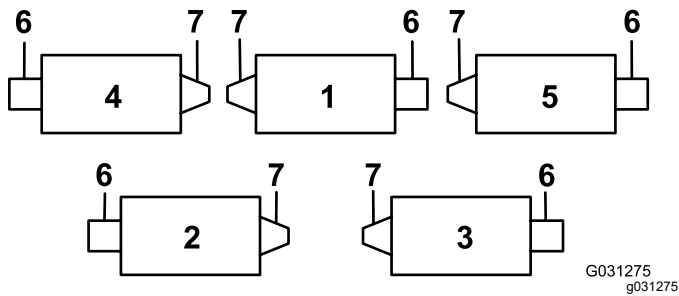
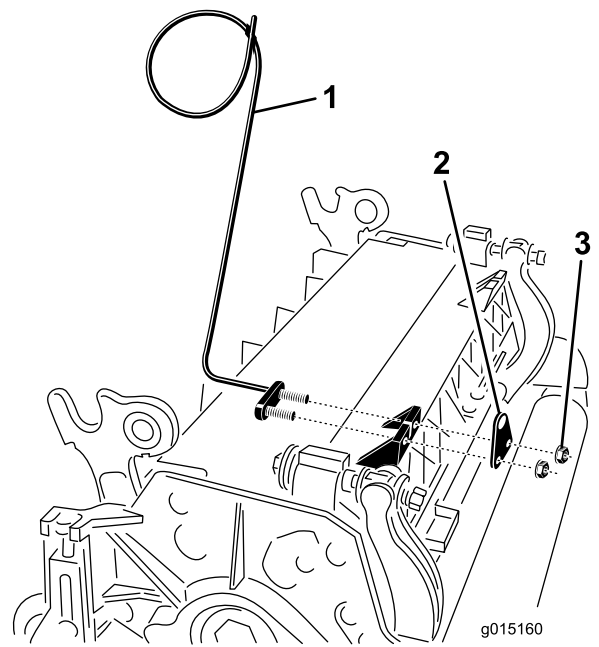
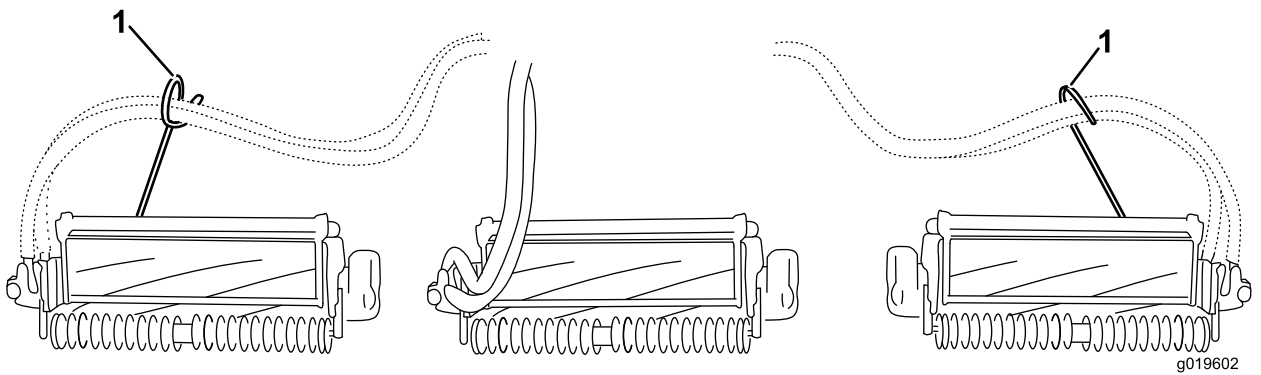

図 6
図 7
図 8
7. 4番左前カッティングユニットと、5番右前カッティングユニットでは、ロッドブラケット取り付けナットを使って、各ユニットのタブの前にホースガイドを取り付ける。ホースガイドは、中央カッティングユニットに向かって傾斜するのが正しい **図 6**、**図 7**、**図 8**。